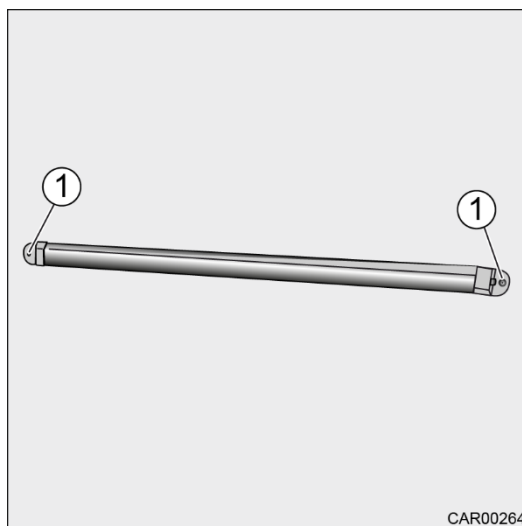

Fig. 188 Éclairage LED dans le garage à scooter
1. Desserrer les vis (Fig. 188/1).